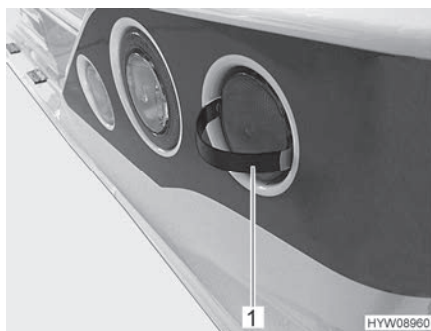

Bild 216 Ta av locket
- Sätt in de medföljande verktygens spår (Bild 216,1) som visas bredvid locket.